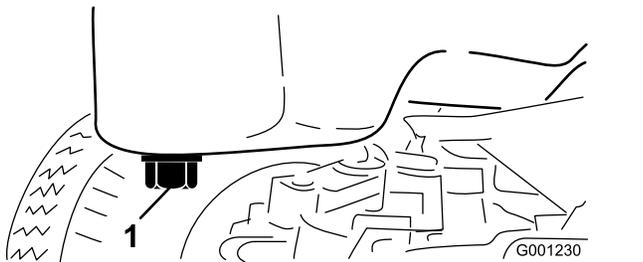

Figura 50
3. Coloque um recipiente de drenagem debaixo do recipiente do óleo e alinhe-o com o tampão de escoamento (Figura 50).